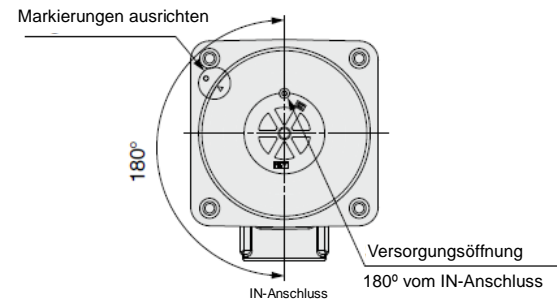

Abb.3 - Position des Hauptventils „Anschlussgröße 06, 10“
- Montieren Sie das Hauptventil (Hilfspilotventil) unter Berücksichtigung der in Abb. 3 und 4 gezeigten Einbaulage in das Gehäuse ein.